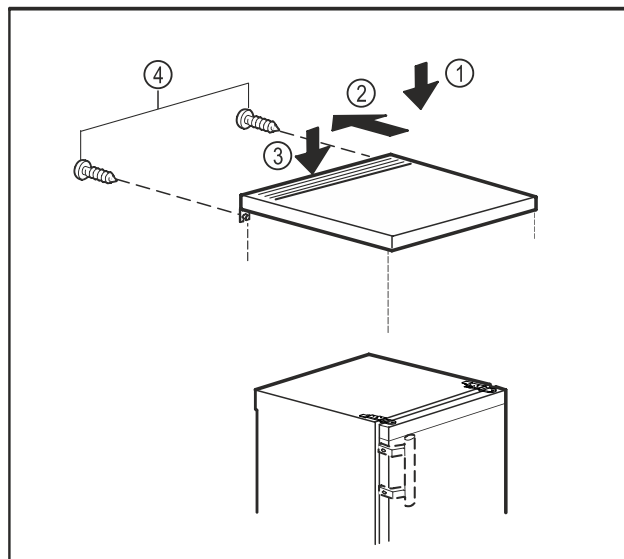

Fig. 11
- Posizionare il ripiano sull'apparecchio. Fig. 11 (1)
- Spostare il ripiano esterno superiore all'indietro. Fig. 11 (2)
- Spingere il ripiano esterno superiore verso il basso. Fig. 11 (3)
- Stringere le viti sul retro. Fig. 11 (4)